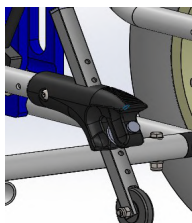

fig.: 4.2
- verso l'alto funzionamento non in presa come fig. 4.2